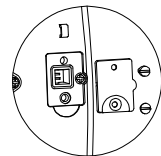

Figura 4-2. Pines LFT
2. Retire la cubierta de seguridad que se encuentra en la parte inferior de la báscula para acceder a las dos patillas que están ubicadas en una ranura (consulte la figura 4-2). Cortocircuite estas patillas (puede utilizar un destornillador de hoja plana mientras **enciende** la báscula. La báscula realizará el procedimiento de puesta en funcionamiento y después mostrará el estado actual [LFE OFF] (LFT OFF, unlocked) o [LFE ON] [LFT OFF, locked), pulse la tecla 'No' para cambiar esta configuración, o pulse la tecla 'Yes' para confirmarla.